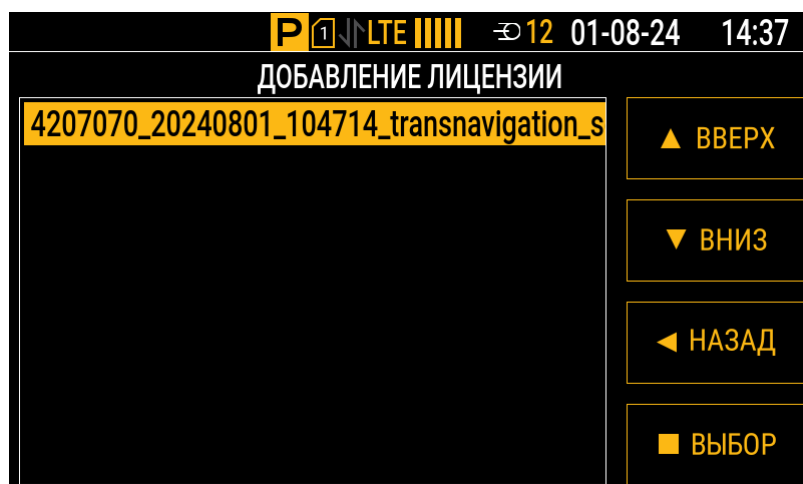

Рис.31. Выбор файла лицензии на карте памяти
4. В интерфейсе контроллера перейдите к списку файлов лицензий на карте памяти, доступных для добавления: Меню | Настройки | Обновление | Лицензии | Добавить (**Рис.31**).